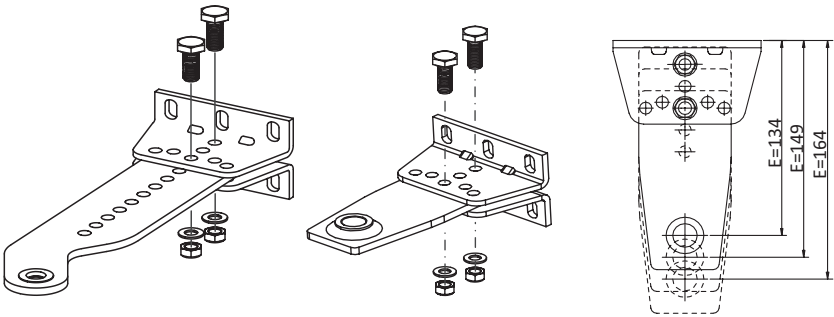
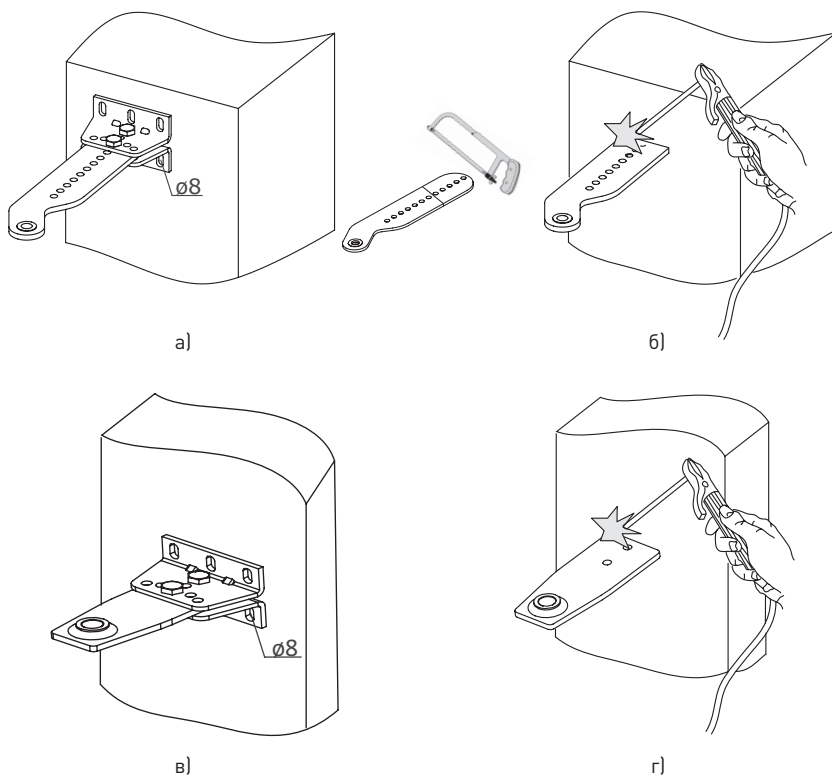
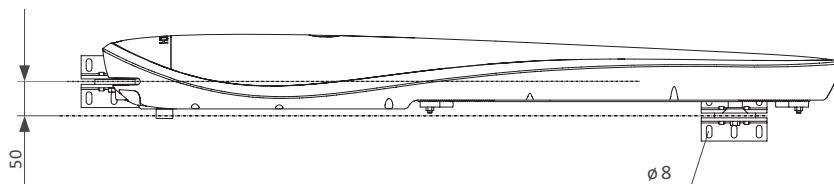

Рисунок 8. Сборка крепления заднего, переднего
Рисунок 9. Установка крепления заднего, переднего
Рисунок 11. Установка крепления переднего
E — размер между краем створки и осью установки привода на переднее крепление (рис. 8), минимальный размер $E = 134$ мм; α — угол открытия створки;
- определив монтажные размеры **A** и **B** и место размещения заднего крепления на столбе, выберите вариант сборки заднего крепления (таб. 6, рис. 8). При необходимости кронштейн заднего крепления подрежьте до нужного размера. В случаях если длины кронштейна не достаточно, используйте подручные материалы для удлинения заднего крепления.
- Закрепите заднее крепление на столбе, крепление можно прикрутить или приварить к столбу (рис. 9). Убедитесь, что крепление установлено горизонтально. Крепление должно быть собрано и установлено жестко.
- Выдержав монтажный размер **W**, закрепите переднее крепление на створке (рис. 11). Длина переднего кронштейна **E** регулируется (рис. 8), при этом необходимо учитывать условие **B > X**. В случаях если длины кронштейна не достаточно, используйте подручные материалы для удлинения переднего крепления. Крепление можно прикрутить или приварить к створке (рис. 9). Установку проверяйте уровнем.